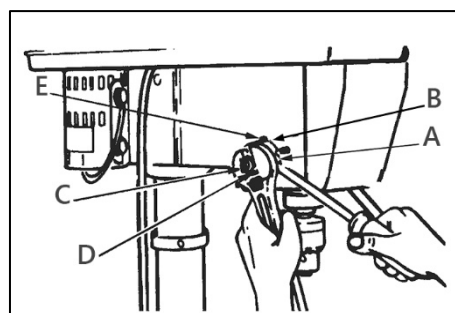

Рисунок 11.
Поместите отвертку в нижний передний паз (A) (рис. 11) корпуса пружины (B) и удерживайте в таком положении во время откручивания и снятия внешней гайки (C).